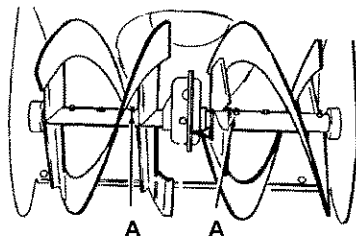

Figura 69
1. Lubrique los **accesorios Zerk (A)** cada diez horas con una pistola engrasadora.
2. Cada vez que cambie un perno de seguridad, engrase también el eje de la barrena. Vea la Figura 69. Consulte “**Cómo reemplazar los pernos de seguridad de la barrena**” en la sección de **Servicio y Ajustes**.